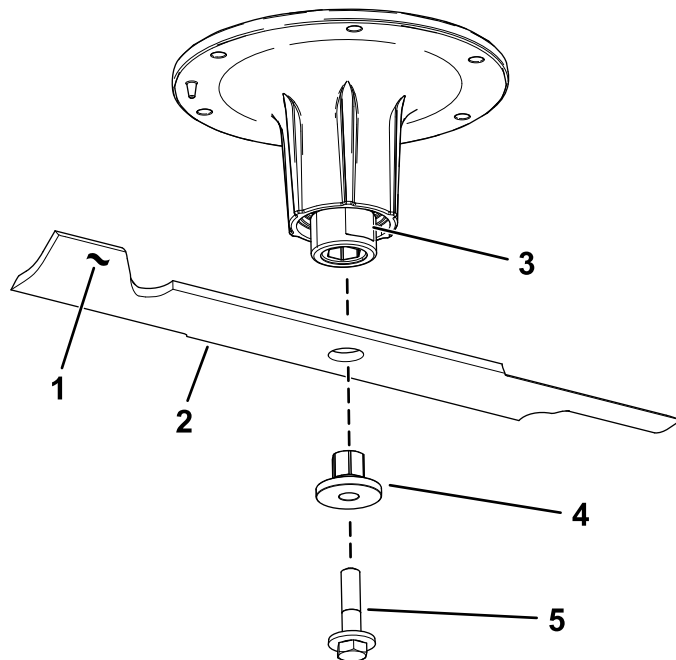

Figure 108
2. Retirez le boulon, la douille et la lame de l'axe de pivot (Figure 108).